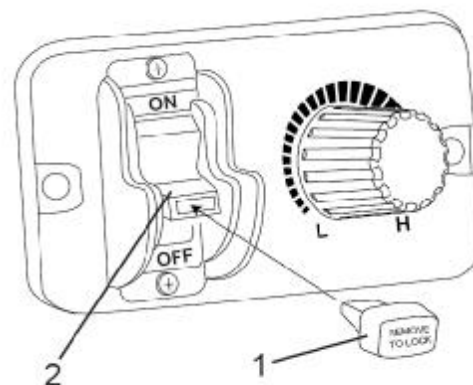

FIGURA 7
Para bloquear la máquina, retire la llave (1) jalándola hacia afuera. Vea la Figura 7. Si se retira la llave de encendido, la máquina no funcionará.